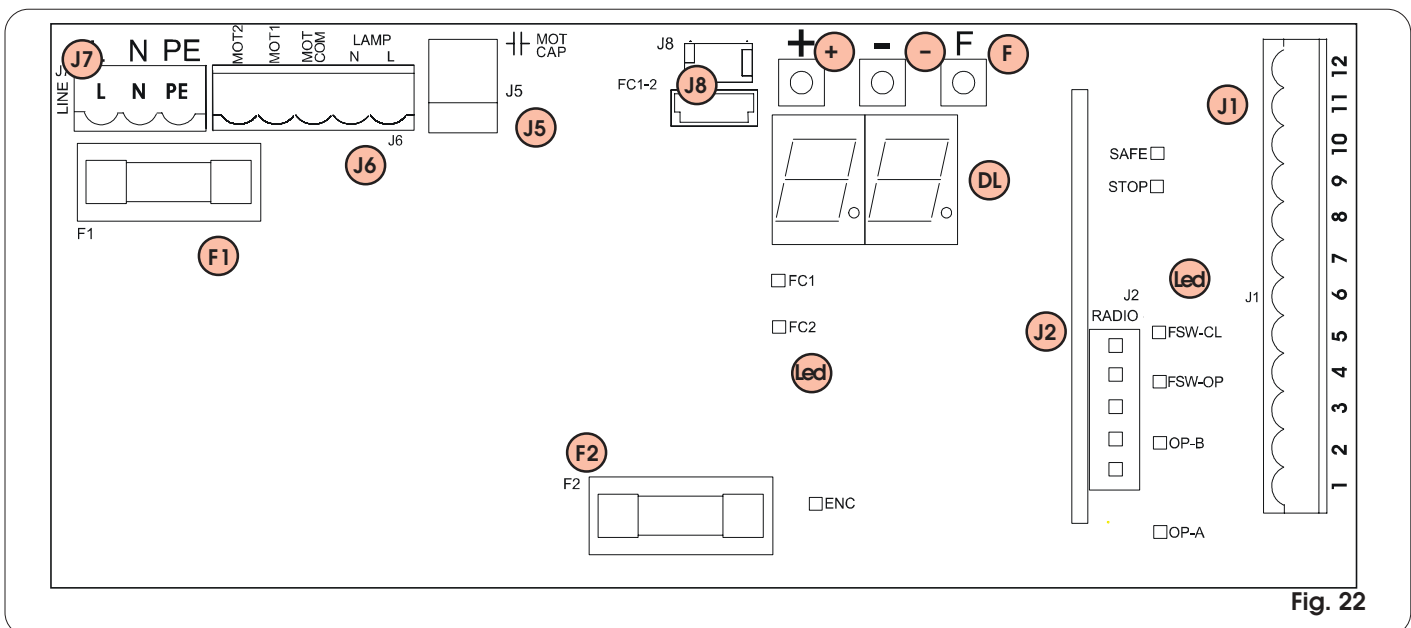

Fig. 22
- Sluit de aardkabel aan op de daarvoor bestemde klem op de connector J7 van de kaart en op de bus op de aandrijving (fig. 22 en 40).
Veiligheidszekeringen	2 (zie fig. 22 en par. 5.3)